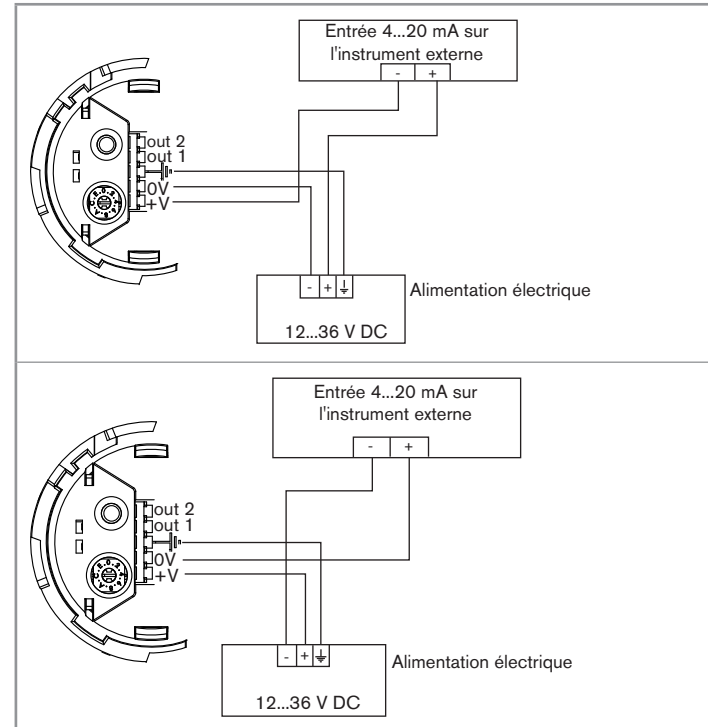

Fig. 14 : Raccordements possibles de la sortie courant 4...20 mA d'une variante d'appareil avec presse-étoupe.
- Raccorder la sortie 4...20 mA (voir Fig. 14).